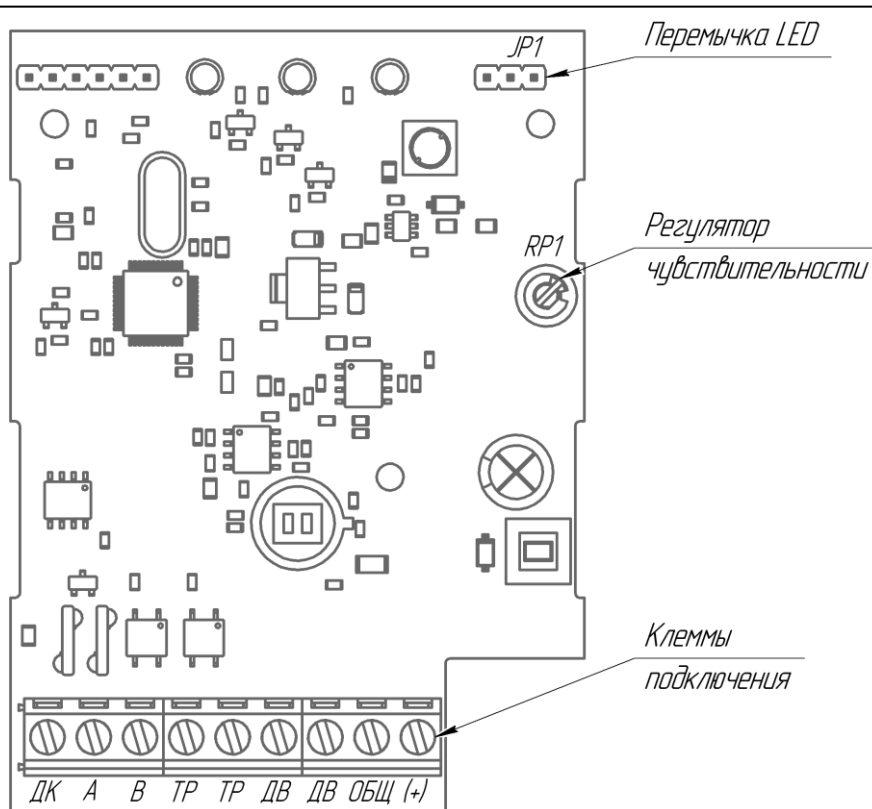

Рисунок 2 – Подключение извещателя
- в) с помощью кабеля диаметром 6 мм, произведите подключение к клеммам платы извещателя (Рисунок 2).